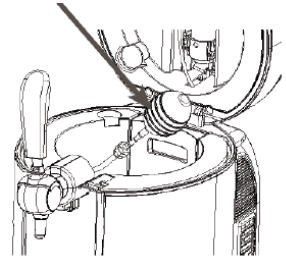

Abbildung 30
2. Verbinden Sie es mit einem Ende des Bolzens, drücken Sie das Wasser in den Bolzen um das Bolzenrohr zu reinigen, dann drücken Sie das Wasser aus dem Bierschlauch auf dem anderen Ende heraus. Wiederholen Sie diesen Reinigungsvorgang, bis der Bierschlauch sauber ist (dafür brauchen Sie mindestens 3 Flaschen warmes Wasser); Reinigen Sie bitte den Bierschlauch-Zapfmechanismus wie in der Abbildung 30. Hinweis: Bauen Sie bitte den Hahn auseinander, wenn Sie die Reinigung durchführen (wie in der Abbildung 29)